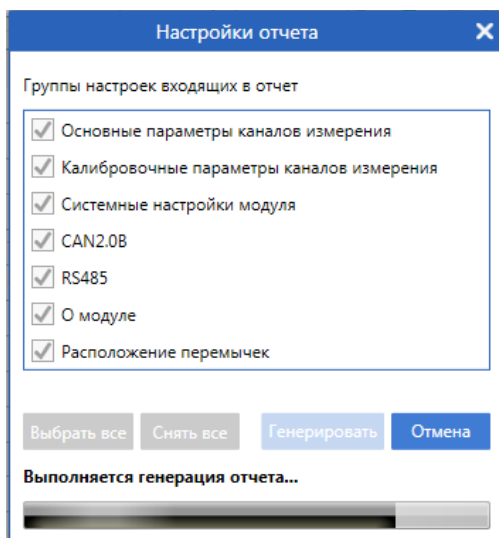

Рисунок 37 - Процесс генерации отчета
4) отобразится процесс выполнения генерации отчета (см. рис. 37). Сам процесс можно остановить в любой момент, нажав кнопку **Отмена**.